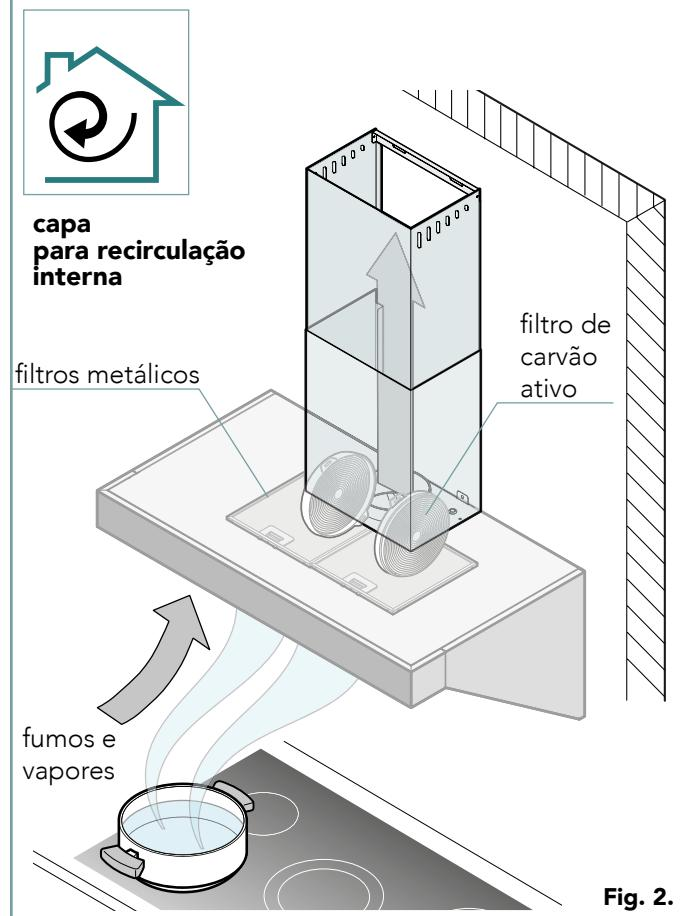

Fig. 2.
são feitos passar através de um **filtro de carvão ativo** para serem ainda mais depurados; o ar limpo é posteriormente reintroduzido na cozinha através das aberturas da extensão superior (capa para recirculação interna - Fig. 2.).
**filtro de carvão ativo:** está presente apenas na capas que utilizam a recirculação interna (Fig. 2.) e deve ser removido da sede e **substituído** a cada **3-4 meses** dependendo da utilização da capa.